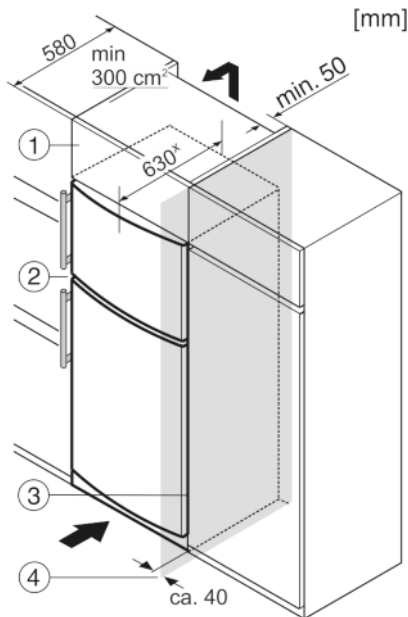

Fig. 9
- (1) Шафа для встановлення на пристрої
- (2) Пристрій
- (3) Кухонна шафа
- (4) Стінка
Пристрій можна комбінувати з кухонними шафами. Для того, щоб пристрій Fig. 9 (2) вирівняти по висоті кухонної секції, на пристрій можна встановити антресольну секцію Fig. 9 (1).
У разі комбінування з кухонними шафами (максимальна глибина 580 мм) пристрій можна встановлювати безпосередньо поряд із кухонною шафою Fig. 9 (3). Пристрій виступає збоку на 34 мм* і посередині на 50 мм* відносно передньої панелі кухонної шафи.
Якщо пристрій встановлюється поряд зі стінкою Fig. 9 (4), відстань між пристроєм та стінкою повинна бути не менше 40 мм. Це відповідає необхідній відстані для ручки після відкривання дверцят.